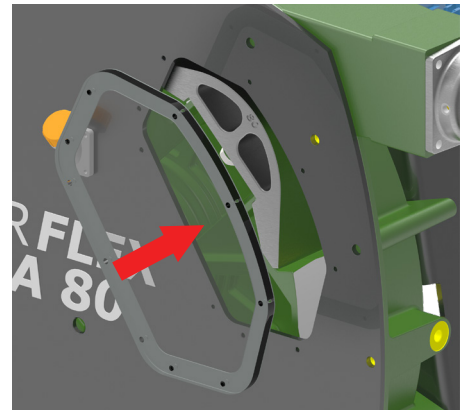

Abbildung 7: - Einbau des Inspektionsfensters
3. Befestigen Sie die Fenstereinheit mit den Schrauben und Dichtungen über die Vorderabdeckung, wie in Abbildung 7 zu sehen ist.